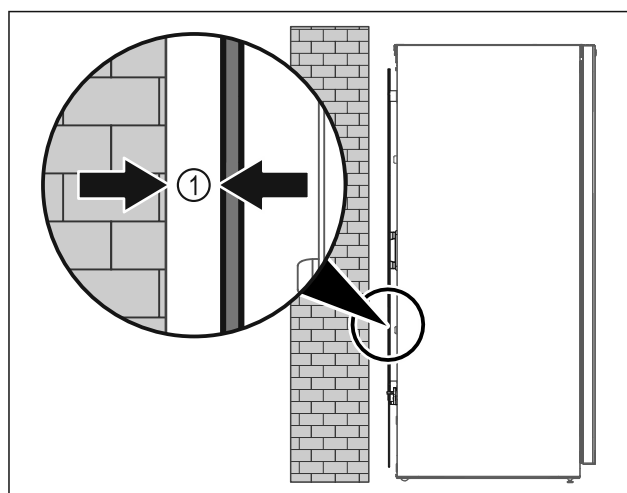

Fig. 52
- Instalar el electrodoméstico en medio de una sala o directamente arrimado a una pared con una distancia mínima de 5 mm Fig. 52 (1).